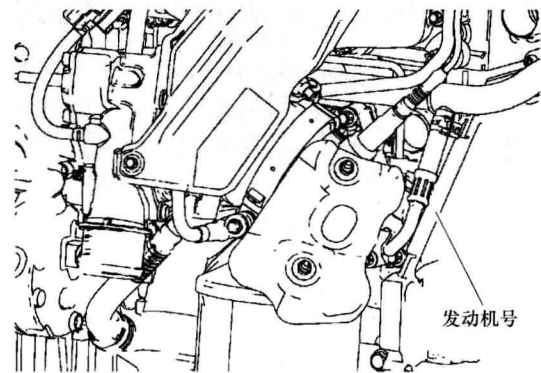

图 2-4 1.6T（LLU）发动机号钢印的位置
1) 1.6T（LLU）发动机号。如图 2-4 所示，1.6T（LLU）发动机号压印在发动机气缸体上，接近 4 号气缸，在变速器和涡轮增压器之间。涡轮增压器冷却液供液管安装在发动机号印记部位。